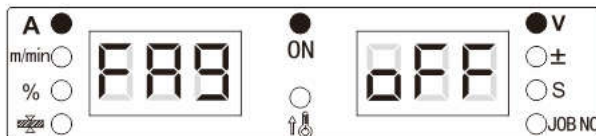

Рисунок 3-25. Отображение функции FA9 на цифровых дисплеях
2. Поворотом регулятора панели управления установите выбор функции FA9 (см. Рисунок 3-25).